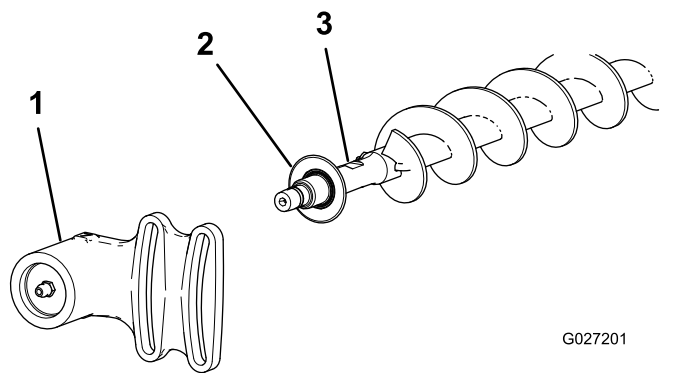

**Figura 20**
- Se estiver instalada uma escova do rolo na unidade de corte, remova os dois parafusos, anilhas e porcas que prendem a caixa de rolamentos do lado oposto à transmissão ao suporte de montagem da caixa de rolamentos (Figura 20 e Figura 21).